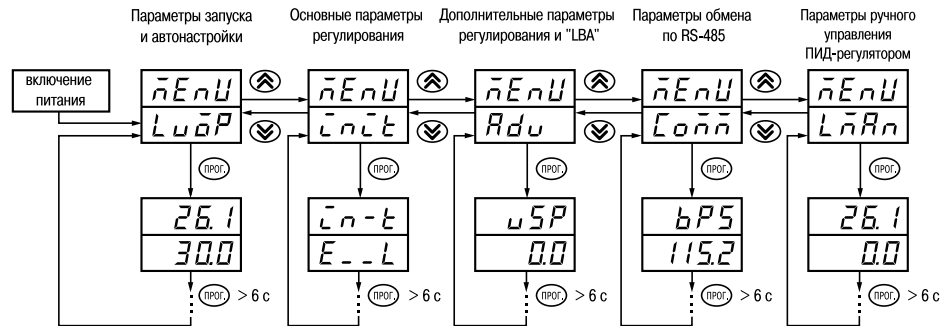

Рис. 26
6.1.2. Основные параметры прибора TRM210 объединены в 5 групп: *LuōP*, *ĭnĭt*, *Adu*, *Coññ* и *LñAn*, составляющих меню прибора (рис. 26). Полный список программируемых параметров приведен в прил. Г.